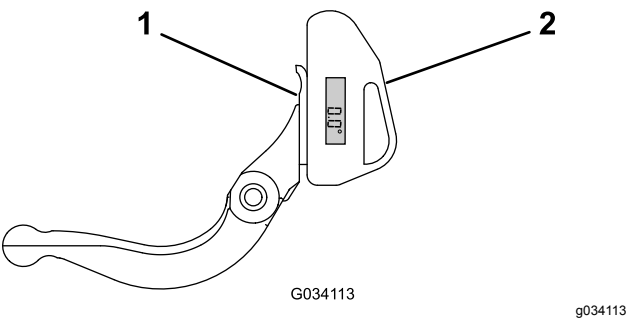

Figura 27
1. Coloque o indicador de ângulo no lado inferior da lâmina de corte, como se ilustra na Figura 27.